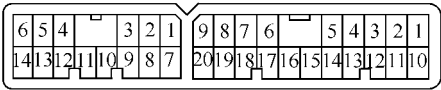

图 18-95 刮水器和喷洗器开关的检查
(1) 检查开关。刮水器和喷洗器开关、接插件如图 18-95 所示。其导通情况的检查如下：